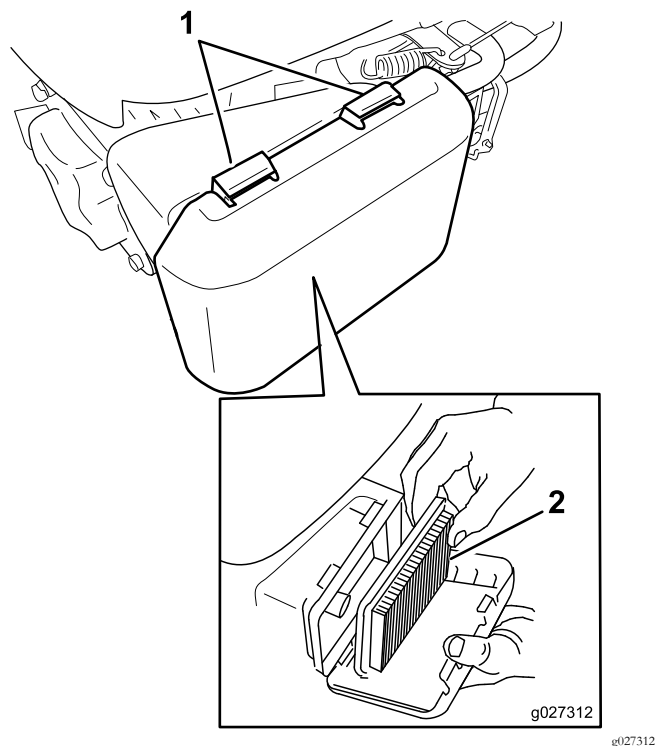

Figure 27
2. Appuyez sur les languettes de verrouillage en haut du couvercle du filtre à air (Figure 27).